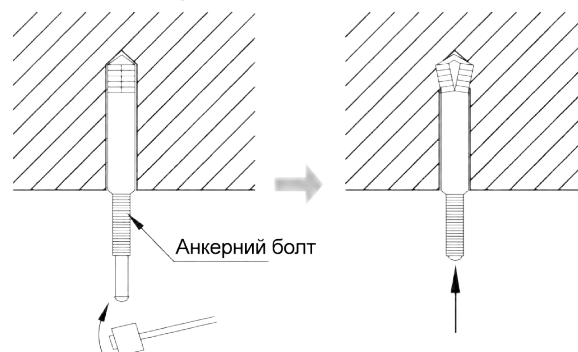

Рис. 4.1.5
2) Вставте в отвори анкерні болти M10 і забийте штифти у болти, як показано на Рис. 4.1.5.